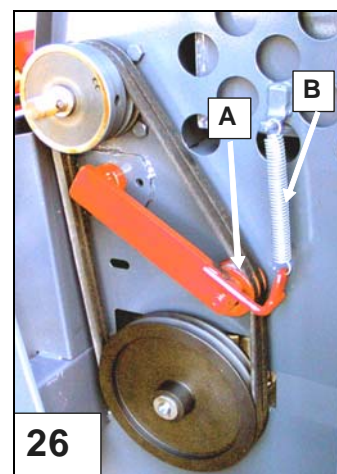

Bild 26. Kilremmar
7.3 Automatisk spänning av vinkelväxels kilremmar, bild 26